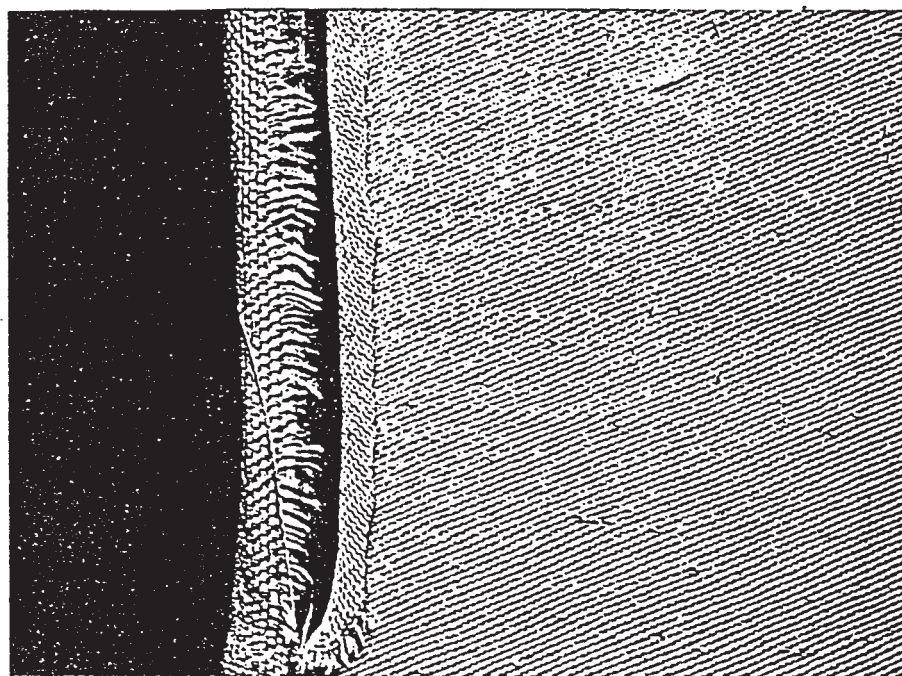

Bild 13
3.6.1 Abgerissene Gewebekante: In Kettrichtung vom Gewebe abgerissene Kante (siehe Bild 13).